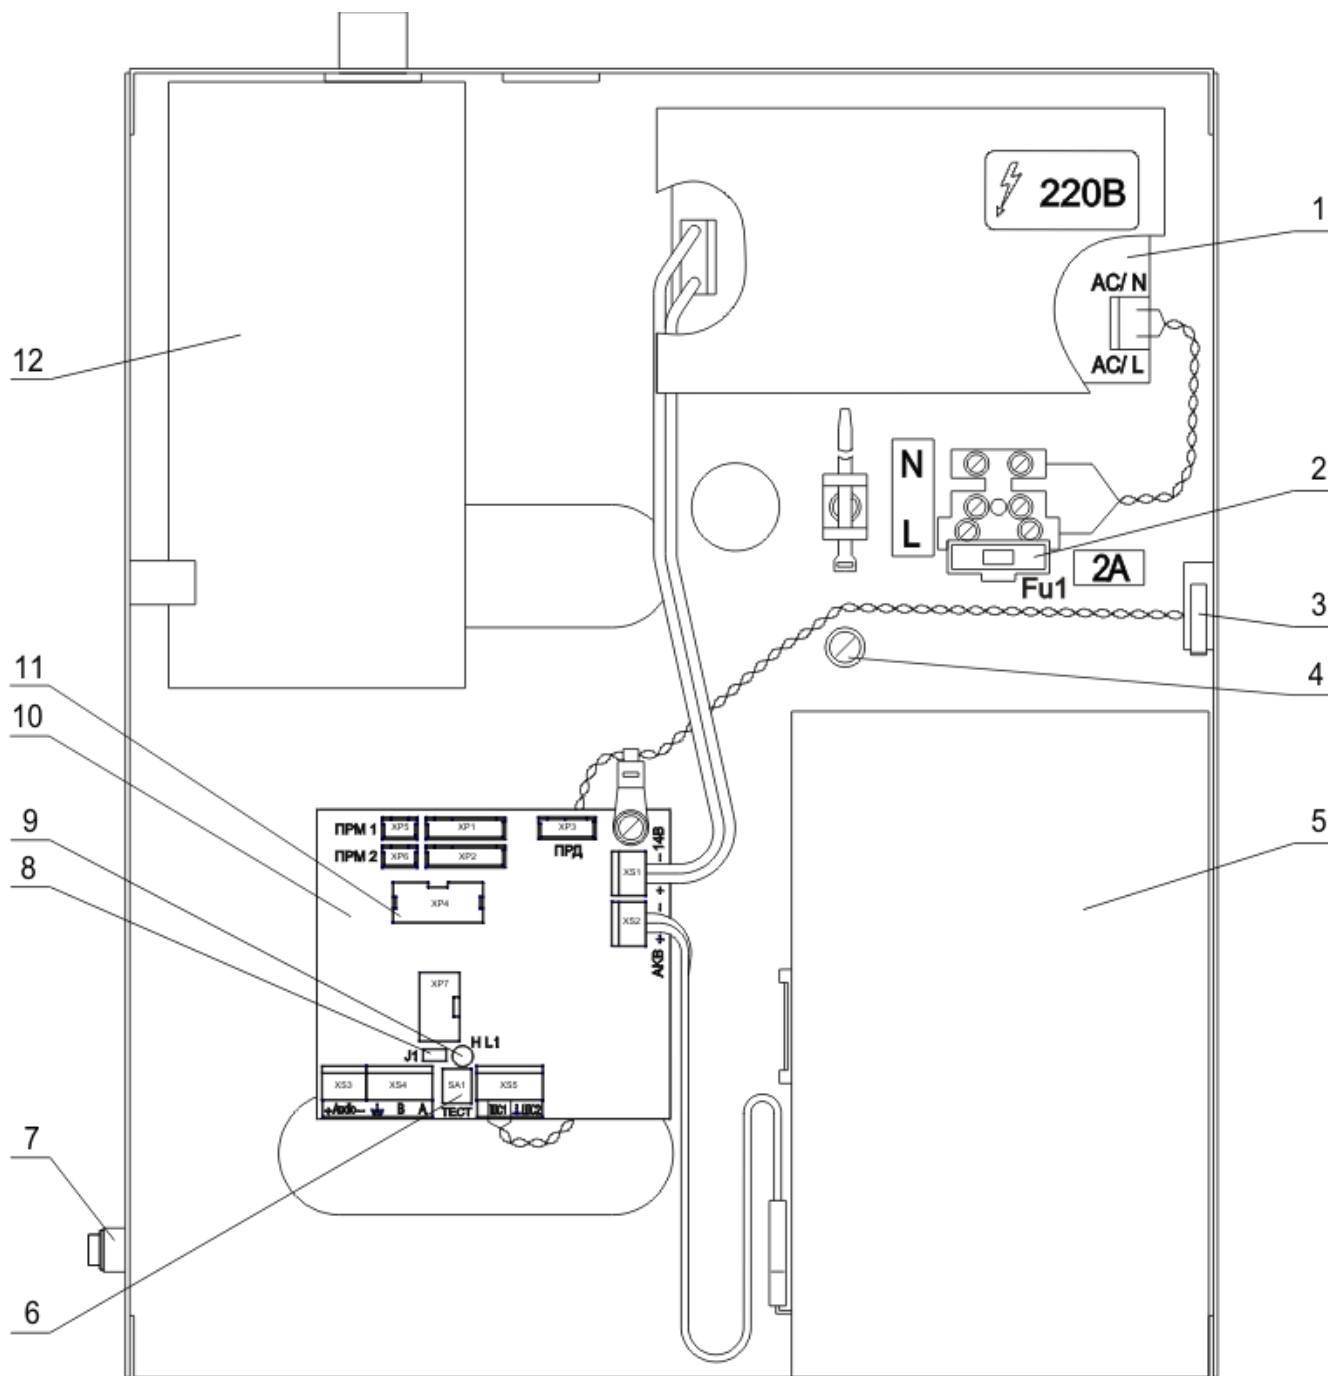

Рисунок 2
1.4.1.3 В корпусе (рисунок 2) установлены: импульсный источник питания (1), клеммная колодка с предохранителем (2) для подключения сетевого кабеля, АКБ (5), печатный узел контроллера (10), датчик вскрытия корпуса (3), приемник (12).
Заземлить БВР, используя клемму заземления на корпусе и гибкий медный провод сечением не менее 2,5 мм². Допускается использовать для заземления среднюю жилу трехжильного сетевого кабеля при условии подключения к сетевой розетке, имеющей средний заземленный контакт ("евророзетка"). При этом средняя жила кабеля должна быть подсоединена в блоке к клемме заземления (поз. 4 рис. 2).